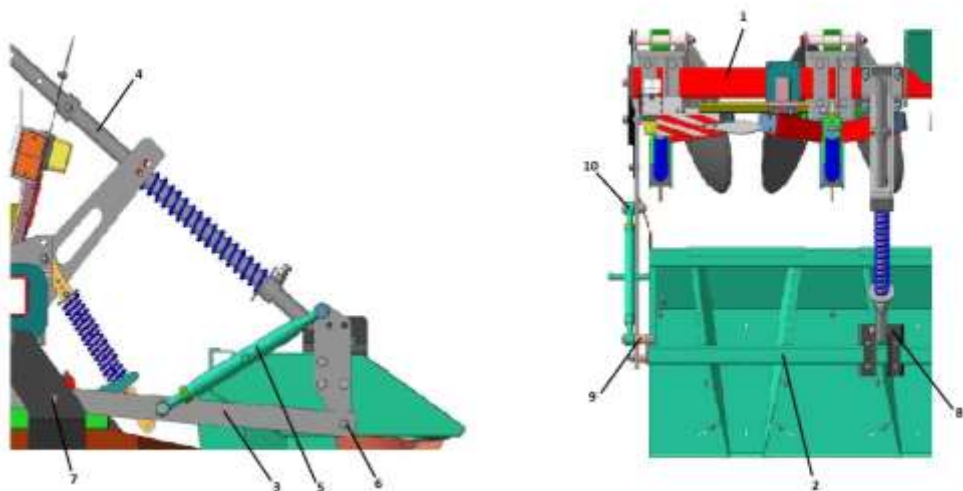

Рисунок 6 – Схема подсоединения гребнеобразователя
5.2.4 Подсоединение гребнеобразователя к раме показано на рис. 6
- изменение величины гребня и его плотности производится изменением положения гребнеобразователя относительно рамы культиватора, регулировка производится изменением длины талрепа 5 (рис. 6) и длины трубы 4, плотность гребня регулируется механизмом подпружинивания расположенным на трубе 4;